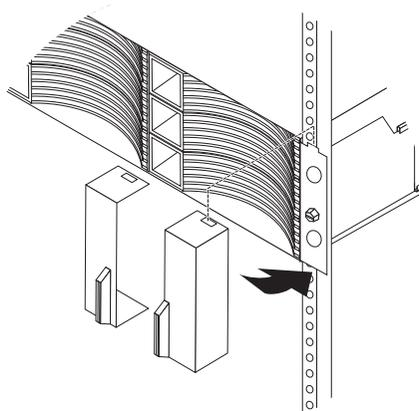

図 13. ベゼルの取り付け
6. 図 13 に示すように、ストレージ・サブシステムまたは拡張エンクロージャーに左右のベゼルを取り付けます。ベゼルの上部のスロットをシャーシ・フランジ上のタブにはめ込んでから、所定の位置に収まるまでベゼルを下方に回転させます。ベゼルの内側の面がシャーシとぴったり重なることを確認します。